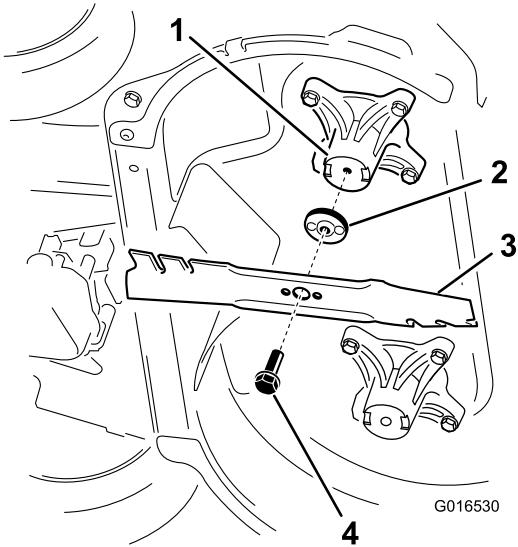

Figura 37
- Retire cada lâmina como se mostra na Figura 37.
1. Instale a primeira lâmina de forma a que esteja na horizontal, juntamente com todos os dispositivos de montagem como se mostra na Figura 37.